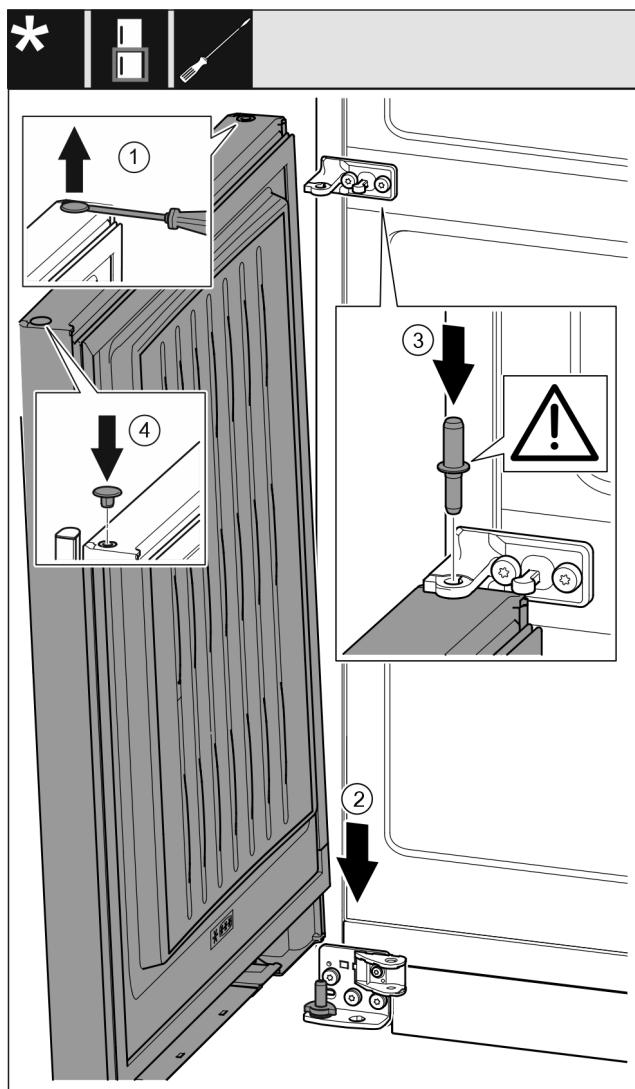

Fig. 41
- ▶ С плоска отвертка внимателно повдигнете тапата и я извадете. Fig. 41 (1)
- ▶ Поставете вратата отгоре върху долния лагерен болт. Fig. 41 (2)
- ▶ Поставете лагерния болт среда през лагерната стойка среда в долната врата. При това обрнете внимание на това, фиксиращата гърбица да сочи назад. Fig. 41 (3)
- ▶ Отново поставете тапата от другата страна на вратата. Fig. 41 (4)